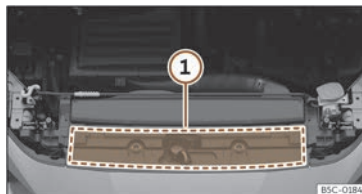

Abb. 198 Im Motorraum: Position des Aufklebers mit Motoröl-Spezifikationen
raums >>> (Abb. 198) ①. Bei Verwendung des empfohlenen Motoröls kann das Motoröl so oft wie erforderlich nachgefüllt werden.